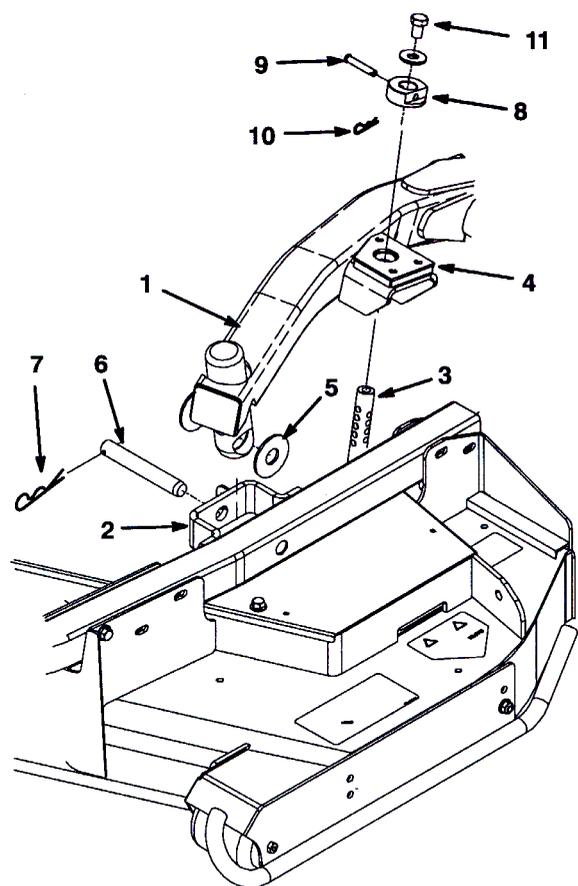

図2
1. 各刈高ロッドの上部についているキャップスクリューとワッシャを外す(図2)。
2. カッティングユニット後部で、刈高ロッドに刈高カラーを固定しているヘアピンとクレビス・ピンを外す(図2)。刈高カラーを外す。
3. 昇降アームをキャスト・アーム・ブラケットに固定しているヘアピン・コッターとクレビス・ピンを外す(図2)。